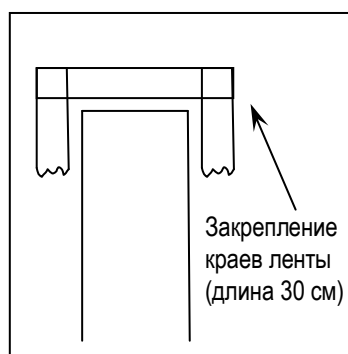
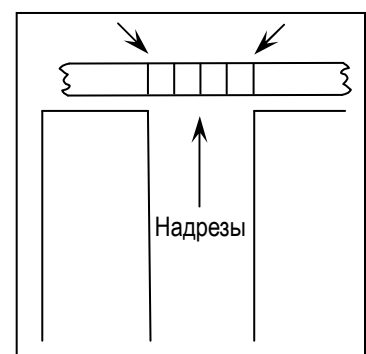

Рис. 5
Рис. 6
- В местах, где движение пересекает линию разметки, следует либо дополнительно закрепить края ленты (рис. 5), либо сделать надрезы в ленте через каждые 10-15см, чтобы избежать отрыва длинных участков ленты. В случае повреждения линии разметки в этом случае Вам нужно будет заменить всего лишь небольшой участок (рис. 6).